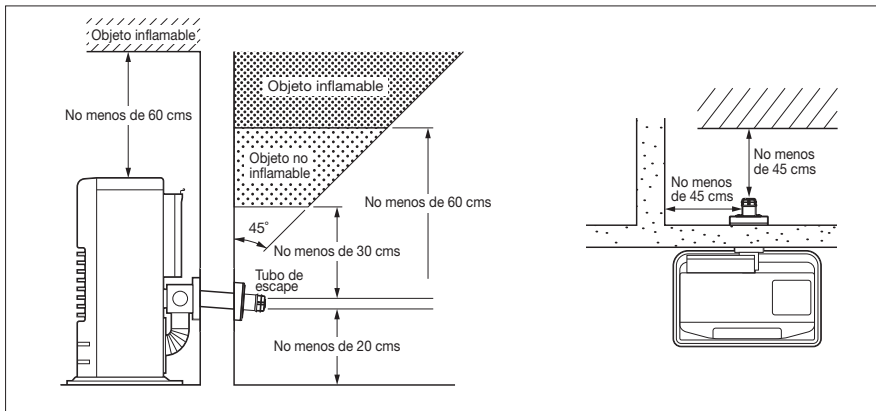

Figura 2
1. Las aberturas de tubo de toma y de escape para Tubería de Ventilación debe exponerse completamente afuera.. La Tubería de Ventilación no debe expulsar a la chimenea, al garaje, al sótano, a la cavidad con techo, o al lugar cerrado, ni debe instalarse verticalmente, porque la Tubería de Ventilación es un "Intercambiador Térmico", que genera una condensación en tubo de escape y debe drenar afuera. (Vea Figura 2 página 22)
2. Instale Tubería de Ventilación (Vea Figura 2 página 22). Tome nota de que el volumen y la temperatura de gas caliente de combustión que el tubo de escape descarga afuera, es mínima y que no presenta nada de problema.
2. Asegúrese de que el área al aire libre donde se descarga el aire de ventilación esté libre de objetos que puedan ser afectados por gas caliente de combustión. (Vea Figura 2)
La Tubería de Ventilación (como en Figura 2), es para la pared de grueso desde 130 mm hasta 230 mm.